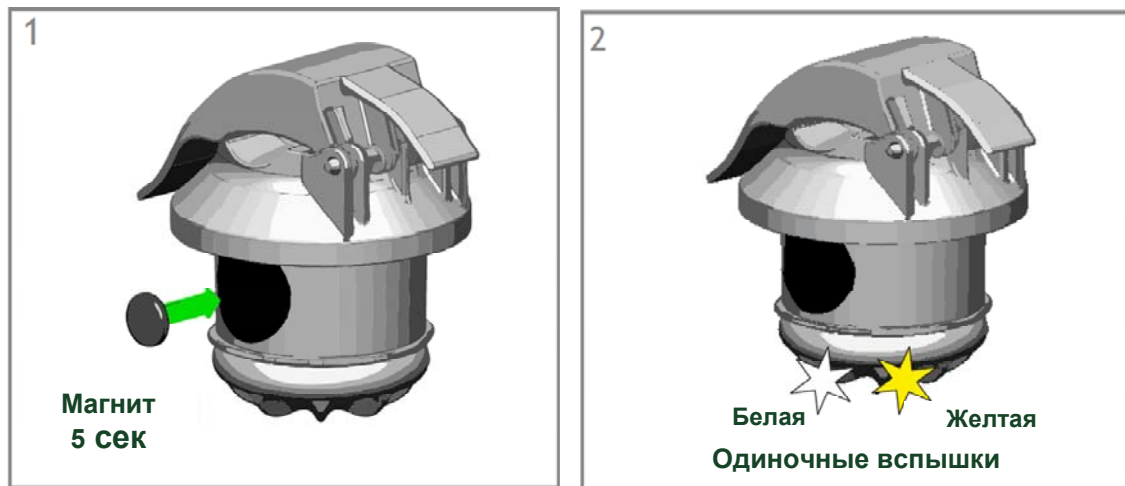

Рисунок 10 – Активация индикатора ИКЗ-В31
2.3.1 Для приведения комплекта приборов в рабочее состояние (в первый раз и после изменения настроек) необходимо поднести магнит (поставляется отдельно в количестве: один на партию) к корпусу каждого ИКЗ-В31 в указанном месте и удерживать его в течение 5-10 секунд (Рисунок 10).